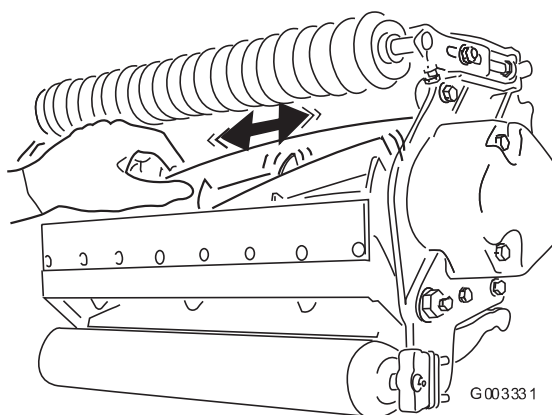

図 19
2. ボロ布を厚く巻くか丈夫なパッドのついた手袋をして、カッティングユニットの刃の部分をつかみ、リールを左右に揺すってガタがあるかどうかを調べる (図19)。